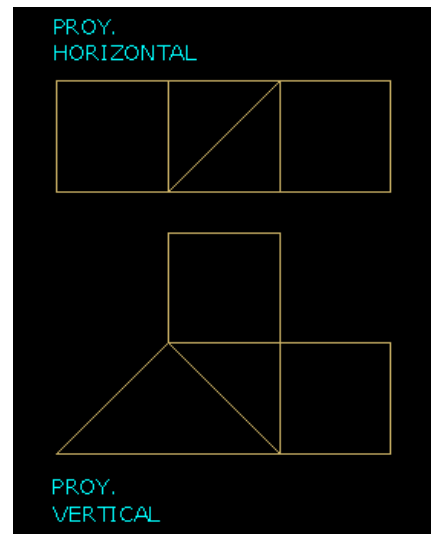

Figura 2
ATENCIÓN: TRABAJAR EN SISTEMA AMERICANO – ISO (A) – Ver Figura 2